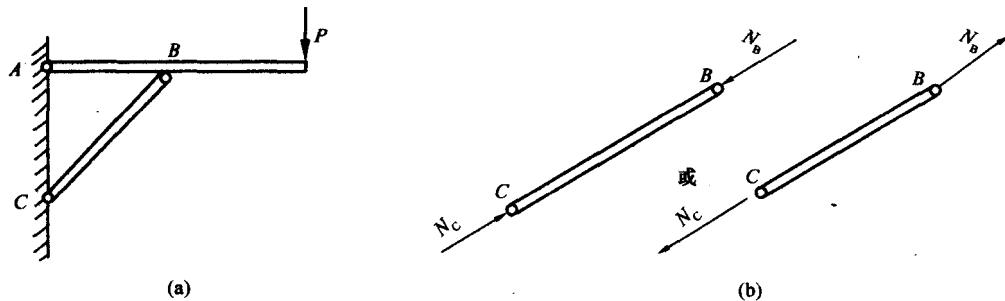

图 1-1-10
2) 链杆约束：链杆就是两端用光滑销钉与物体相连而中间不受力的刚性直杆，如图 1-1-10 (a) 所示的 BC 杆。链杆可以受拉或者是受压，但不能限制物体沿其他方向的运动，因此，链杆的约束反力沿着链杆的轴线，其指向不定，如图 1-1-10 (b) 所示。